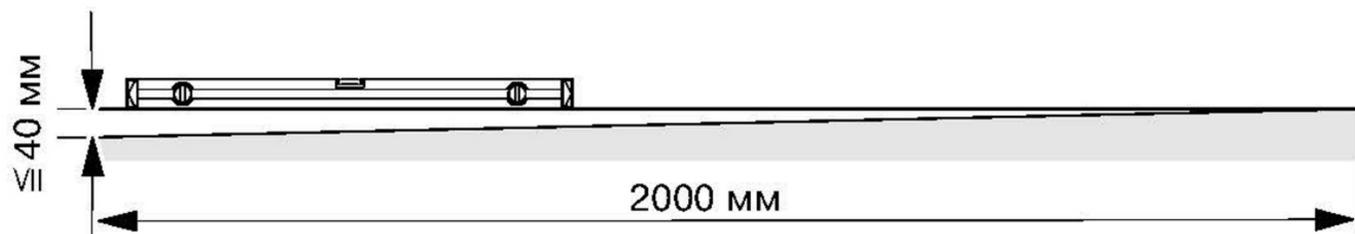

Рисунок 5
- Приводная система сауны S1 допускает неровности до 4 мм, как, например, при шиферном покрытии, при наличии швов и уступов [см. рис. 5].